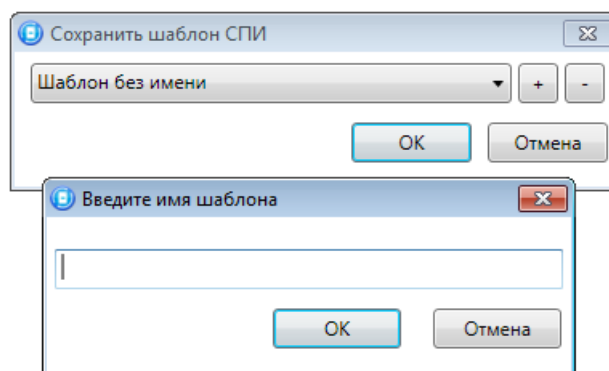

Рисунок 4.45 — Сохранение шаблона
- *Сохранить шаблон настроек:* открытие окна *Сохранить шаблон SPI* (см. рисунок 4.45), с помощью которого может быть сохранена конфигурация ПОО контроллера в качестве шаблона.